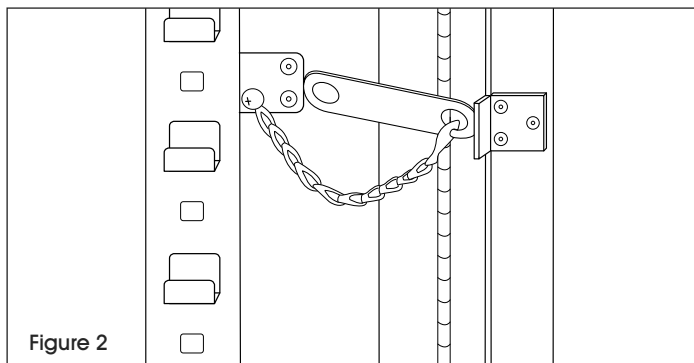

Figure 2
2. To hold doors open, prop link between brackets. (See Figure 2)
2. Pour maintenir les portes ouvertes, passez le maillon entre les supports. (Voir Figure 2)